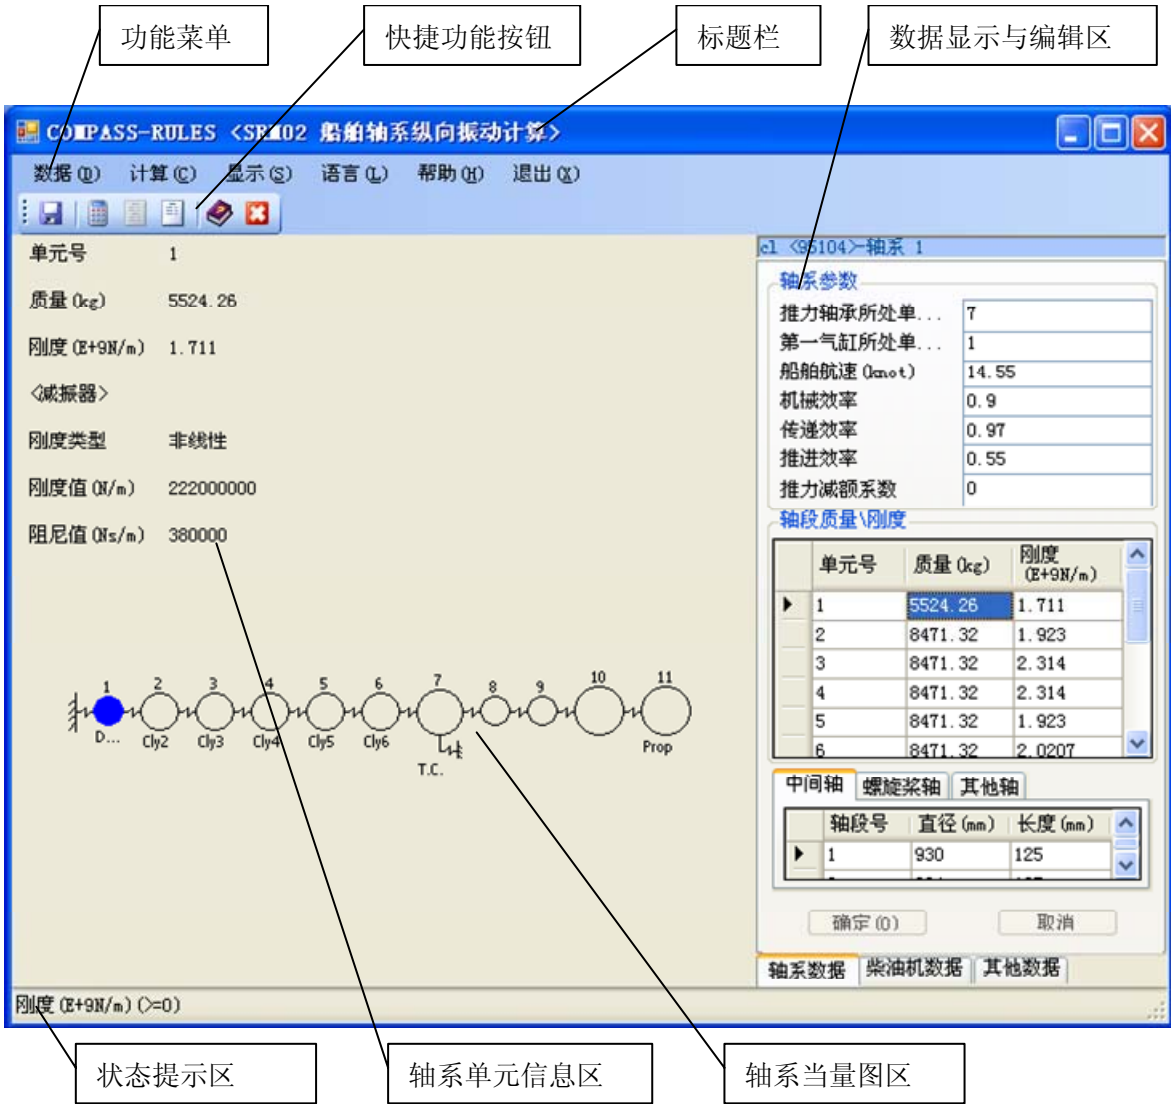

图 4.1 SRM02 三级主界面
- 系统主界面中包括：标题栏、功能菜单、快捷功能按钮、数据显示与编辑区、轴系当量图区、轴系单元信息区、状态提示区，如图 4.1 所示。
- 当鼠标停留在系统当量图上的某一个单元时，在轴系单元信息区显示此单元及其部件的相关信息，如图 4.1 所示。